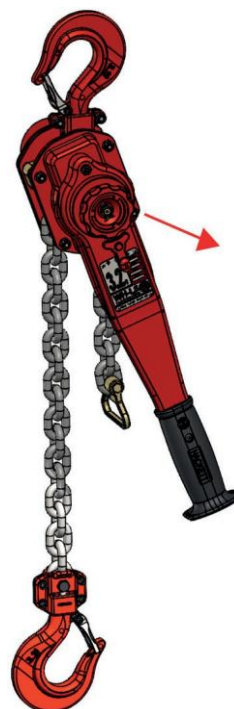

Figure 2
3. Faites sortir la roue manuelle en la tirant comme illustré à la figure 2. La chaîne peut maintenant être tirée jusqu'à la position requise.